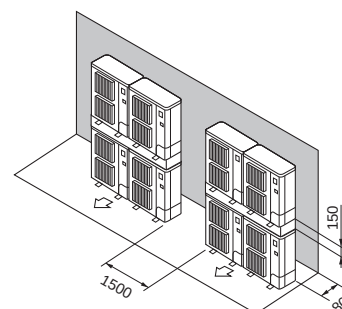

Fig. 2-15
- ⑦ Розміщення блоків на різних ярусах (Fig. 2-15)